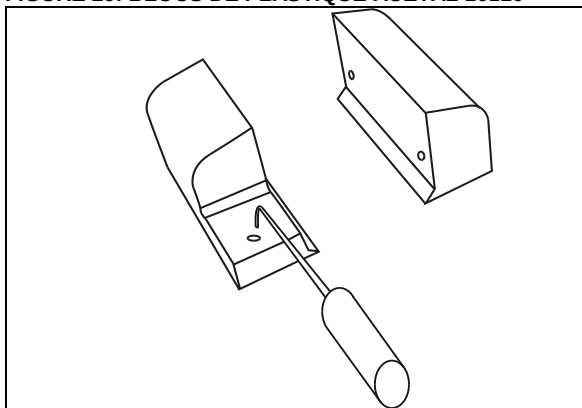

FIGURE 30: DÉMONTER LES BLOCS DE PLASTIQUE ACÉTAL SUPÉRIEURS AU MOYEN D'UN PIC.
3. Démontez les 2 blocs supérieurs de plastique acétal. Ils possèdent des trous pour pouvoir être démontés au moyen d'un crochet (Figure 30) depuis l'extérieur du véhicule. Si les blocs de plastique acétal sont trop difficiles d'accès, sortir légèrement la rallonge coulissante : le mouvement de la rallonge coulissante les rend accessibles.